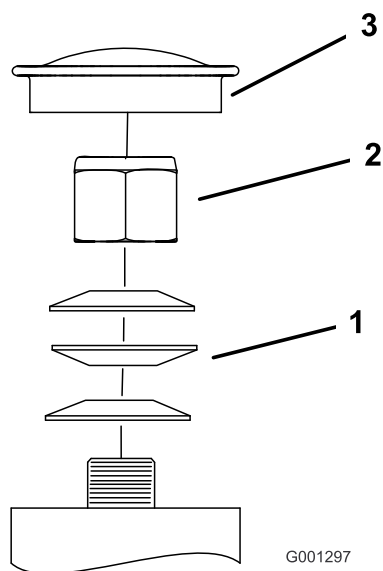

Figura 63
3. Retire el tapón anti-polvo de la rueda giratoria y apriete la contratuerca (Figura 63).
4. Apriete la contratuerca hasta que las arandelas de muelle estén planas, luego afloje 1/4 de vuelta para establecer la pre-carga correcta de los cojinetes ().Figura 63
Importante: Asegúrese de que las arandelas de muelle están correctamente instaladas, según se muestra en Figura 63.
- Coloque el tapón anti-polvo (Figura 63).